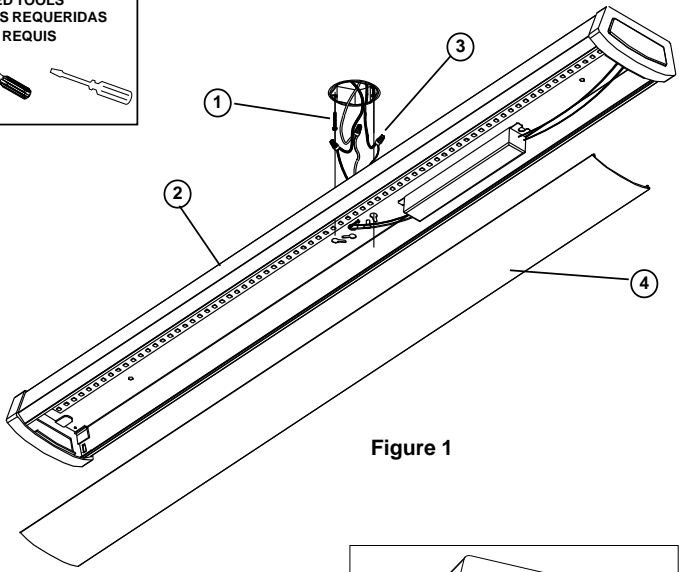

Figure 1
4. Tenir solidement le bloc boîtier (2) et connecter le fil vert de mise à la terre de l'appareil au fil de cuivre nu de mise à la terre de la boîte de jonction à l'aide d'un capuchon de connexion (3). *(Si le câblage d'alimentation ne comprend pas de fil de mise à la terre, consulter votre code d'électricité local et vérifier la méthode d'installation conforme).*
5. Utiliser les serre-fils pour connecter le fil noir de l'appareil au fil noir d'alimentation et le fil blanc (neutre) de l'appareil au fil blanc d'alimentation. Voir la figure 1.
4. Hold the fixture Fixture Housing (2) firmly and connect the green ground wire from the fixture to the bare copper ground wire from the junction box using a Wirenut (3). (If house wiring does not include a ground wire, consult your local electrical code for approved grounding methods).
5. Use Wirenuts (3) to connect the black fixture wire to the black power supply wire and the white (neutral) fixture wire to the white power supply wire. See Fig 1.
4. Sostenga el ensamblaje de la Carcasa del luminario (2) firmemente y conecte el alambre verde de conexión a tierra del luminario al alambre de cobre descubierto de conexión a tierra de la caja de ensambladura usando una Tuerca de Alambre (3). (Si el alambrado de la casa no incluye un alambre de conexión a tierra, consulte su código eléctrico local para métodos aprobados de hacer tierra).
5. Use Capuchones de Alambres (3) para conectar el alambre negro de la luminaria al alambre negro suplidor de electricidad y el alambre blanco (neutral) de la luminaria al alambre blanco suplidor de electricidad. Vea Fig. 1.